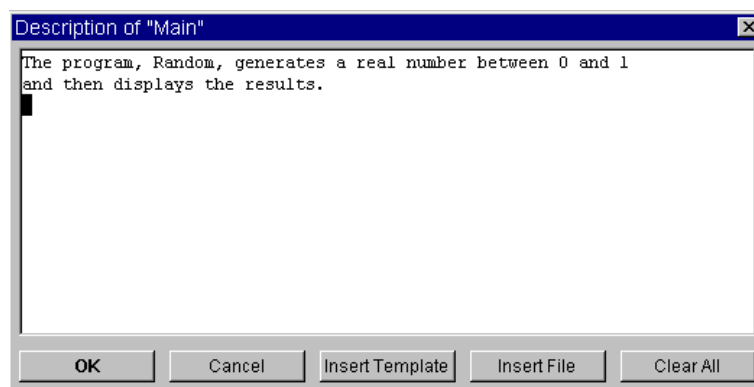

図 2-34. [Description] ダイアログ・ボックス
2. メイン・オブジェクト・メニューで [Description] をクリックします。ダイアログ・ボックスに、図 2-34 のようにテキストを入力します。入力したら、[OK] をクリックします。